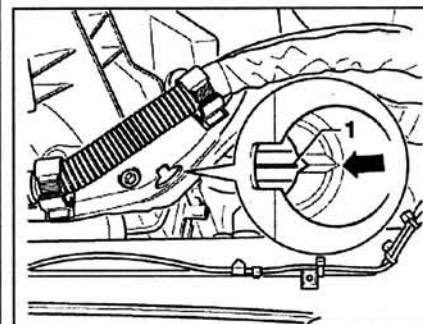

Рис. 2.96. С помощью ключа 3447 прокрутите коленчатый вал так, чтобы метка 1 на маховике совместилась с меткой на промежуточном фланце (стрелка).
3. С помощью ключа 3447 прокрутите коленчатый вал так, чтобы метка 1 на маховике совместилась с меткой на промежуточном фланце (стрелка) (рис. 2.96).